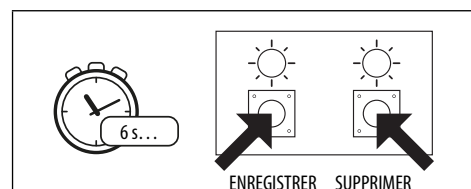

Fig. 18
1. Appuyer et maintenir enfoncés les boutons Enregistrer et Supprimer pendant environ 6 secondes jusqu'à ce que les LED verte et rouge **S'ÉTEIGNENT**, voir **Fig.18**.